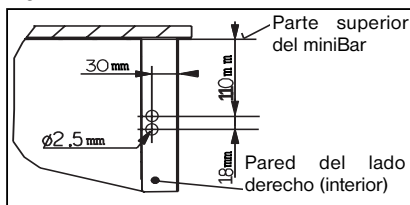

Figura 9
1. Sujete el cable con la lengüeta de retención (A) en la pared lateral en el lado de bisagra. Para ello taladre los orificios según se ilustra en la Figura 9.